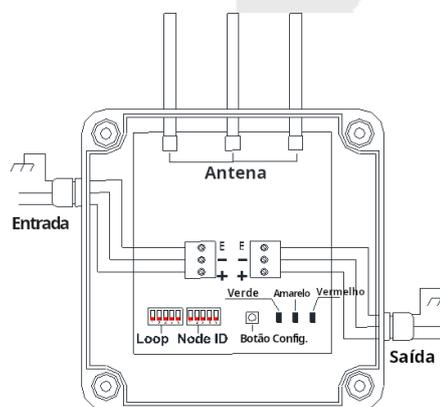

Fig. 2 – Cabeamento
Defina o número de laço do roteador, conforme mostrado na Tabela 1, ajustando as chaves seletoras do DIP escrito “Loop”, localizados na placa de circuito impresso (PCB) conforme mostrado na fig. 2. O roteador pode ser configurado com um número de **2 ~ 24**.
Defina o ID do roteador conforme mostrado na Tabela 2, ajustando as chaves seletoras do DIP escrito “Node”, conforme mostrado na fig. 2. A faixa de ID do roteador é de **00 ~ 31**.
- Conecte os cabos do laço no roteador respeitando a polaridade e aterramento, conforme fig. 2. Rosqueie o prensa cabo firmemente para garantir a vedação do módulo. Use cabos blindados de 0,4 ~ 2,5 mm² para o laço.